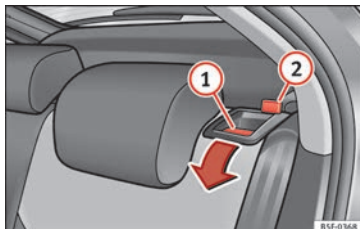

Abb. 150 Entriegelungshebel der Rückenlehne.
- Entriegelungshebel » **Abb. 150** ① in Pfeilrichtung drücken.
- Klappen Sie die Rückenlehne zurück, bis sie korrekt einrastet » ⚠. Bei korrektem Einrasten ist die rote Markierung der Führung nicht mehr zu sehen » **Abb. 150** ②.